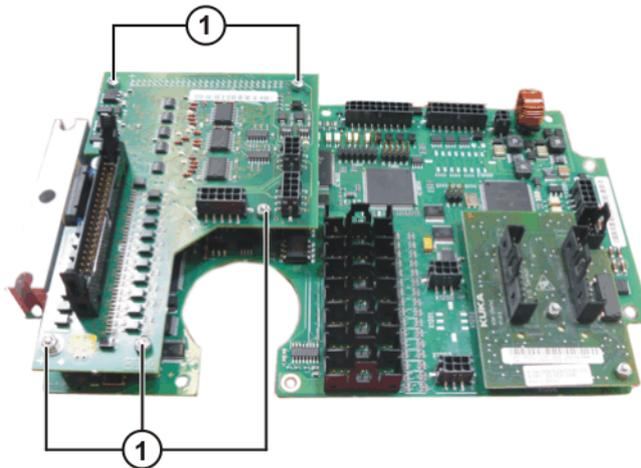

图 11-16: 更换输入 / 输出印刷电路板
2. 拆下输入 / 输出印刷电路板上的六角螺母。( >>> 图 11-16 )